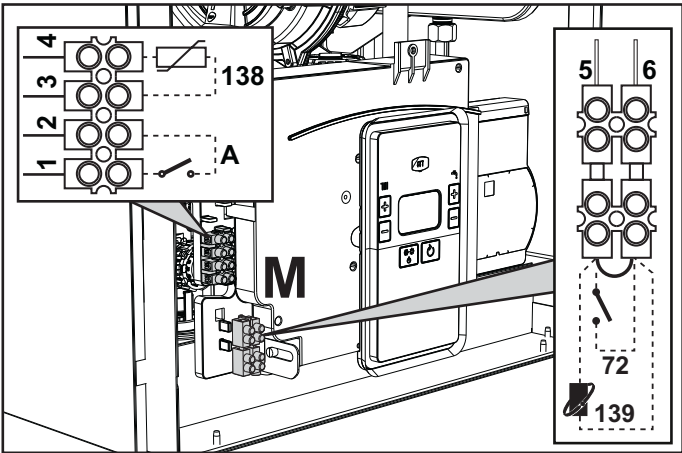
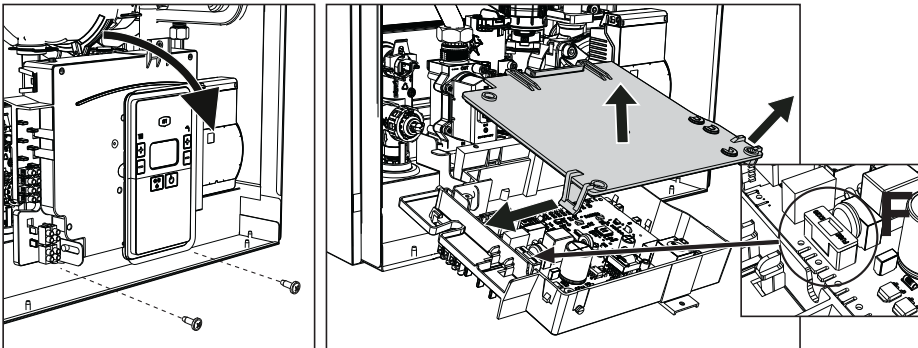

fig. 18
fig. 19
După ce ați scos panoul frontal (*** 'Deschiderea panoului frontal' on page 124 ***) veți putea avea acces la panoul de borne (M) și la siguranța (F) urmând indicațiile descrise în continuare (fig. 18 și fig. 19). **Bornele indicate în fig. 18 trebuie să aibă contactele curate (nu 230 V).** Dispunerea bornelor pentru diferitele conexiuni este indicată și în diagrama electrică din fig. 45.
Configurarea întrerupătorului ON/OFF (A fig. 19)